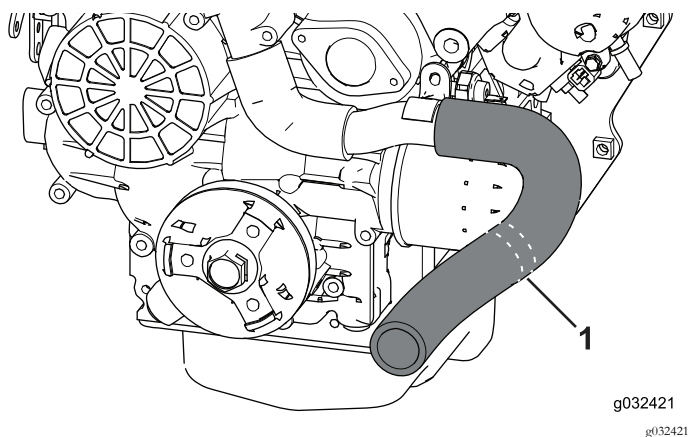

Figura 20
1. Individuate e rimuovete il flessibile del radiatore (Figura 20).
2. Utilizzate un attrezzo da taglio per tagliare il flessibile del radiatore lungo le linee di taglio (Figura 20).